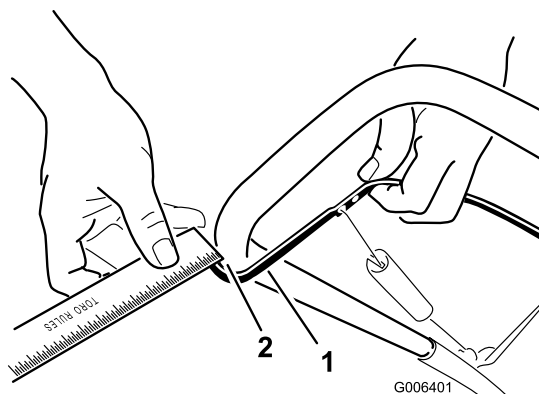

Figure 21
Rapprochez la barre de commande du guidon pour tendre le câble de commande (Figure 21).
**Remarque:** Vérifiez que la barre de commande et le guidon sont espacés de 2 à 3 mm (1/16 à 1/8 po) (Figure 21).
2. Accrochez le raccord en Z à un trou plus haut ou plus bas sur la biellette de réglage de manière à obtenir un espace de 2 à 3 mm ( $1/16$  à  $1/8$  po) entre la barre de commande et le guidon (Figure 21).